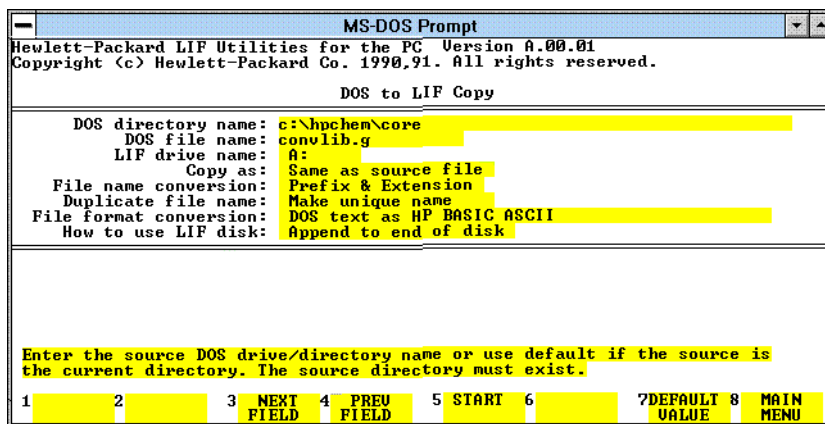

图 26 用 LIF 应用程序设置从 DOS 拷贝 CONVLIB.G 到 PAWS
- 3 从主菜单选择 DOS 到 LIF < 输入 >。按图 26 填写 LIF 屏幕。用文件上的光标格式化转换项目，用 F1/F2 键切换转换选择。完成后，选择 F5 开始转换。